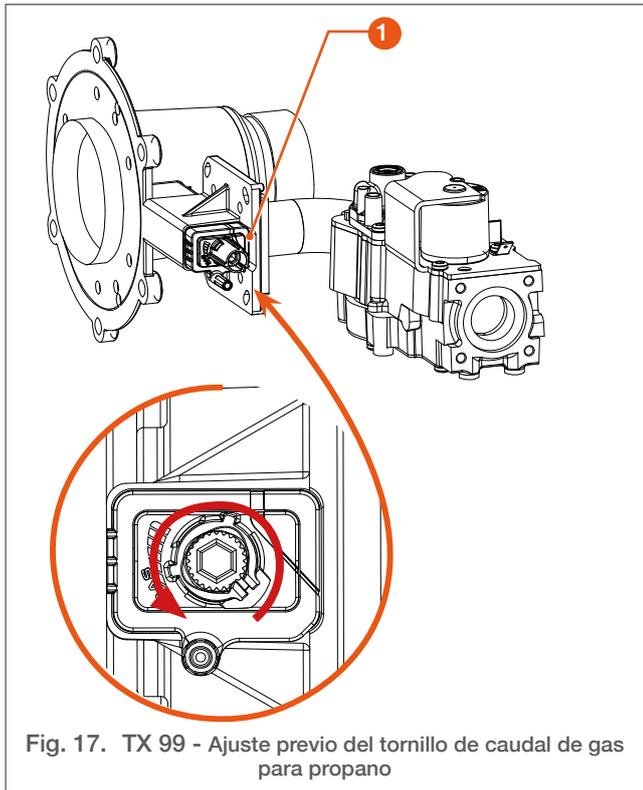
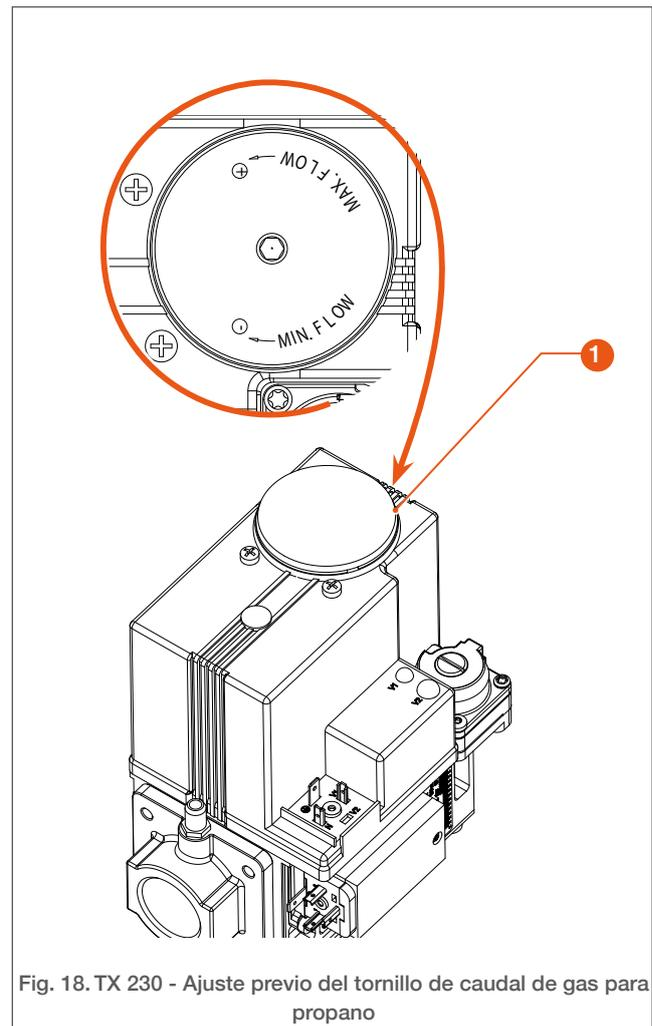

Fig. 17. TX 99 - Ajuste previo del tornillo de caudal de gas para propano
Fig. 18. TX 230 - Ajuste previo del tornillo de caudal de gas para propano
4. Solo para la conversión a propano: gire el tornillo de caudal de gas (1) como indicado en las Fig. 17 y Fig. 18 siguientes: